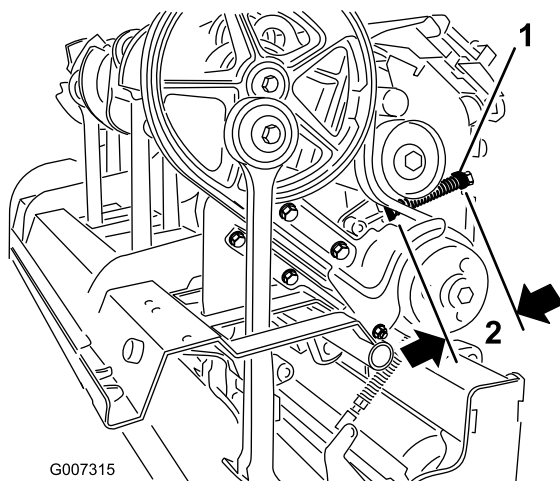

Figura 35
- C. Allentate il dado di bloccaggio che fissa il fermo della molla (Figura 35).
- D. Regolate il fermo della molla per ottenere la lunghezza della molla compressa richiesta (Figura 35).